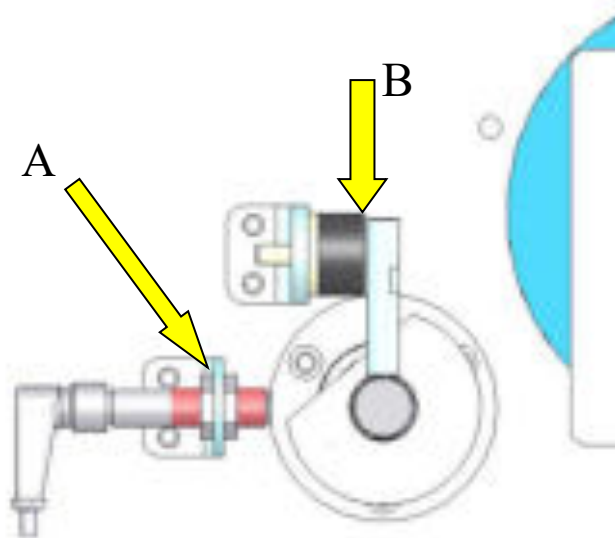

Figure 10
- Le détecteur de déroulement bobine “B65.6” doit être désactivé (**fig. 10, Réf. A**) quand le levier se trouve contre l'amortisseur (**fig.10 Réf. B**).